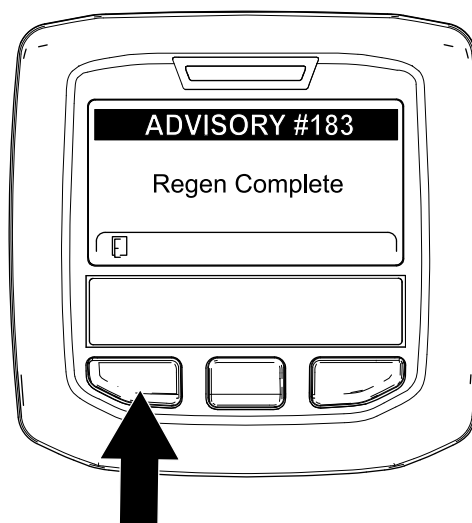

Figura 50
9. Quando o computador do motor conclui uma regeneração em estacionamento ou de recuperação, o InfoCenter apresenta o AVISO N.º 183 (Figura 50). Prima o botão esquerdo para sair para o ecrã inicial.